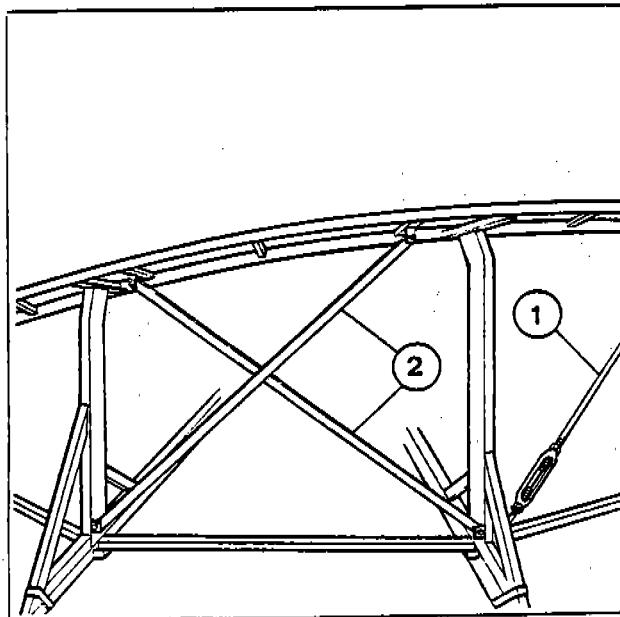

Fig. 24
- c) Connect all rail supports with trasversal tension rods (Fig. 24, 1 and 2); numbers and marks must always match.
- c) Collegare le gambe con traversi/tiranti incrociati (1-2-Fig. 24). Rispettare sempre la giusta sequenza con le sigle riportate sui traversi/tiranti e gambe.
- d) Serrare tutte le viti di fissaggio binario con chiave e mettere in tensione i tiranti (1-Fig. 24).